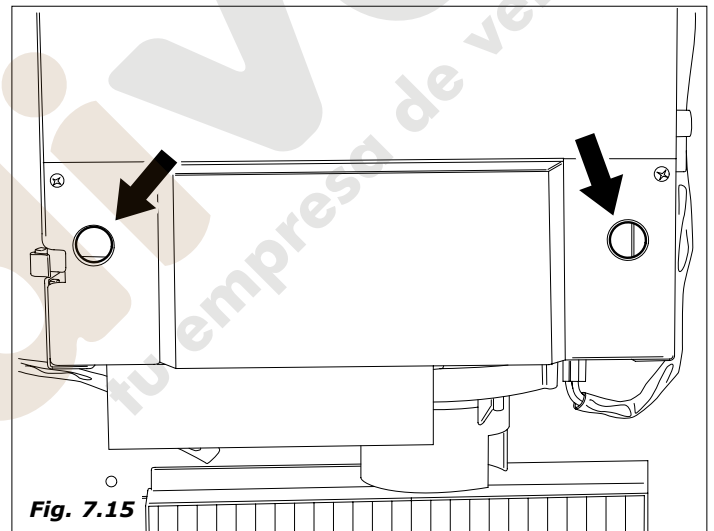

Fig. 7.15
- Volver a cerrar la compuerta transparente y localizar los dos agujeros de acceso a los tornillos (Fig. 7.15), entonces aflojarlos sin extraerlos.